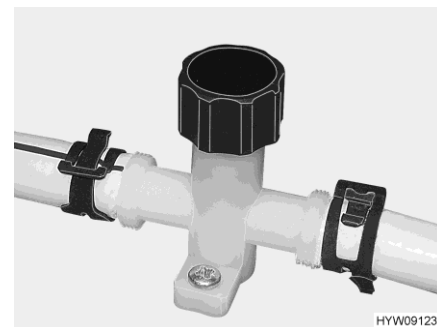

Fig. 103 Robinet de vidange (conduite d'eau)
- Fermer les robinets de vidange (Fig. 103). Pour ce faire, fermer le capuchon concerné dans le sens des aiguilles d'une montre. L'emplacement de la valve de sécurité et de vidange et des robinets de vidange est présenté au paragraphe 10.6 à la fin de ce chapitre.